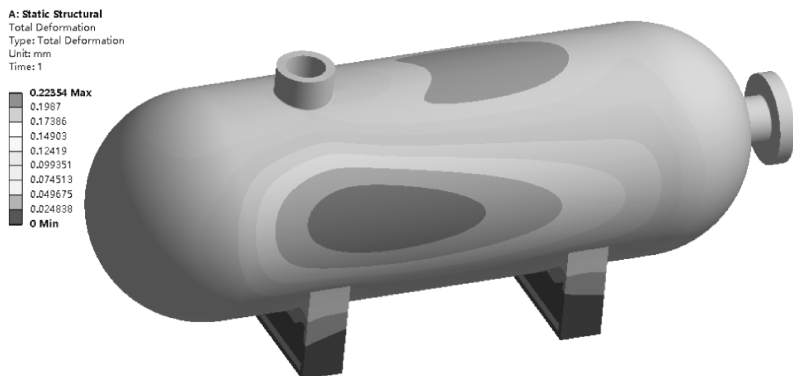

图 9-8 容器变形云图
- (1) 在导航树上单击【Solution (A6)】。
- (2) 在求解工具栏中单击【Deformation】→【Total】；【Stress】→【Equivalent Stress】；【Stress】→【Maximum Principal】。
- (3) 在 Mechanical 标准工具栏中单击  Solve 进行求解运算，求解结束后，如图 9-8 ~ 图 9-10 所示。